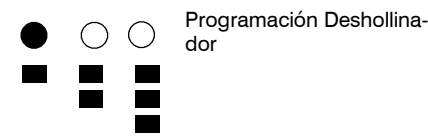

fig. 9.10
- 5 Para programar la función Deshollinador los indicadores luminosos de señalación (LED) se deben visualizar como en fig. 9.10